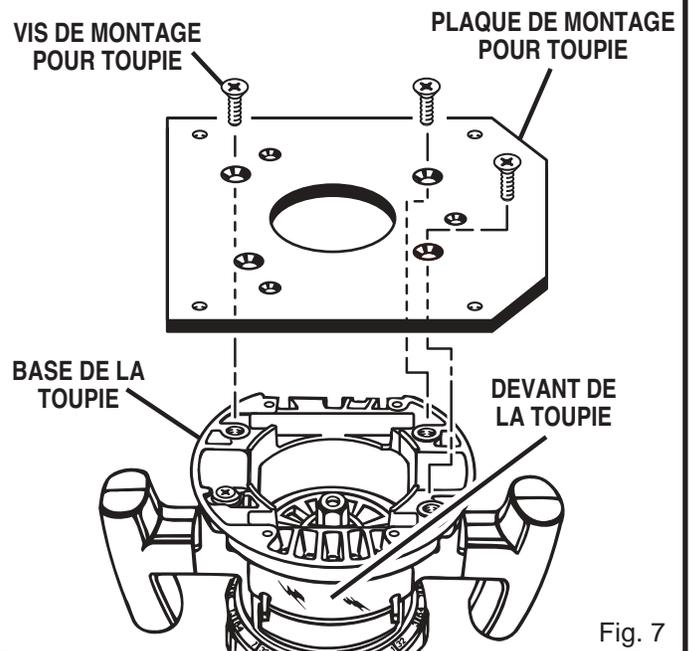

Fig. 7
Voir figures 7 et 8.
- La poignée avec interrupteur de la toupie doit être orientée vers le côté carré de la plaque de montage. Voir figure 7.